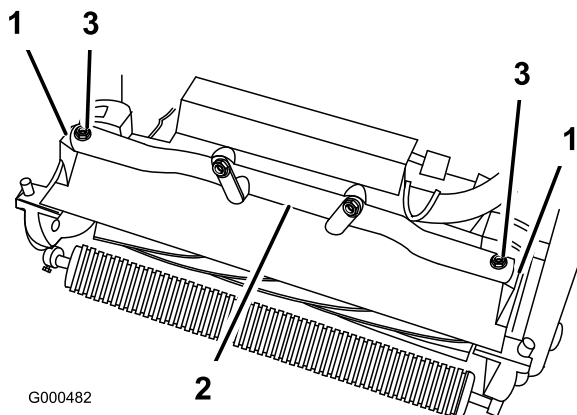

Figura 14
4. Togliete le due viti a testa cilindrica che fissano i bracci girevoli dell'apparato di taglio al tubo del telaio della trattrice (Figura 14).
5. Girate in avanti i bracci girevoli (Figura 14) ed appoggiate la trattrice sul cavalletto ancorato.